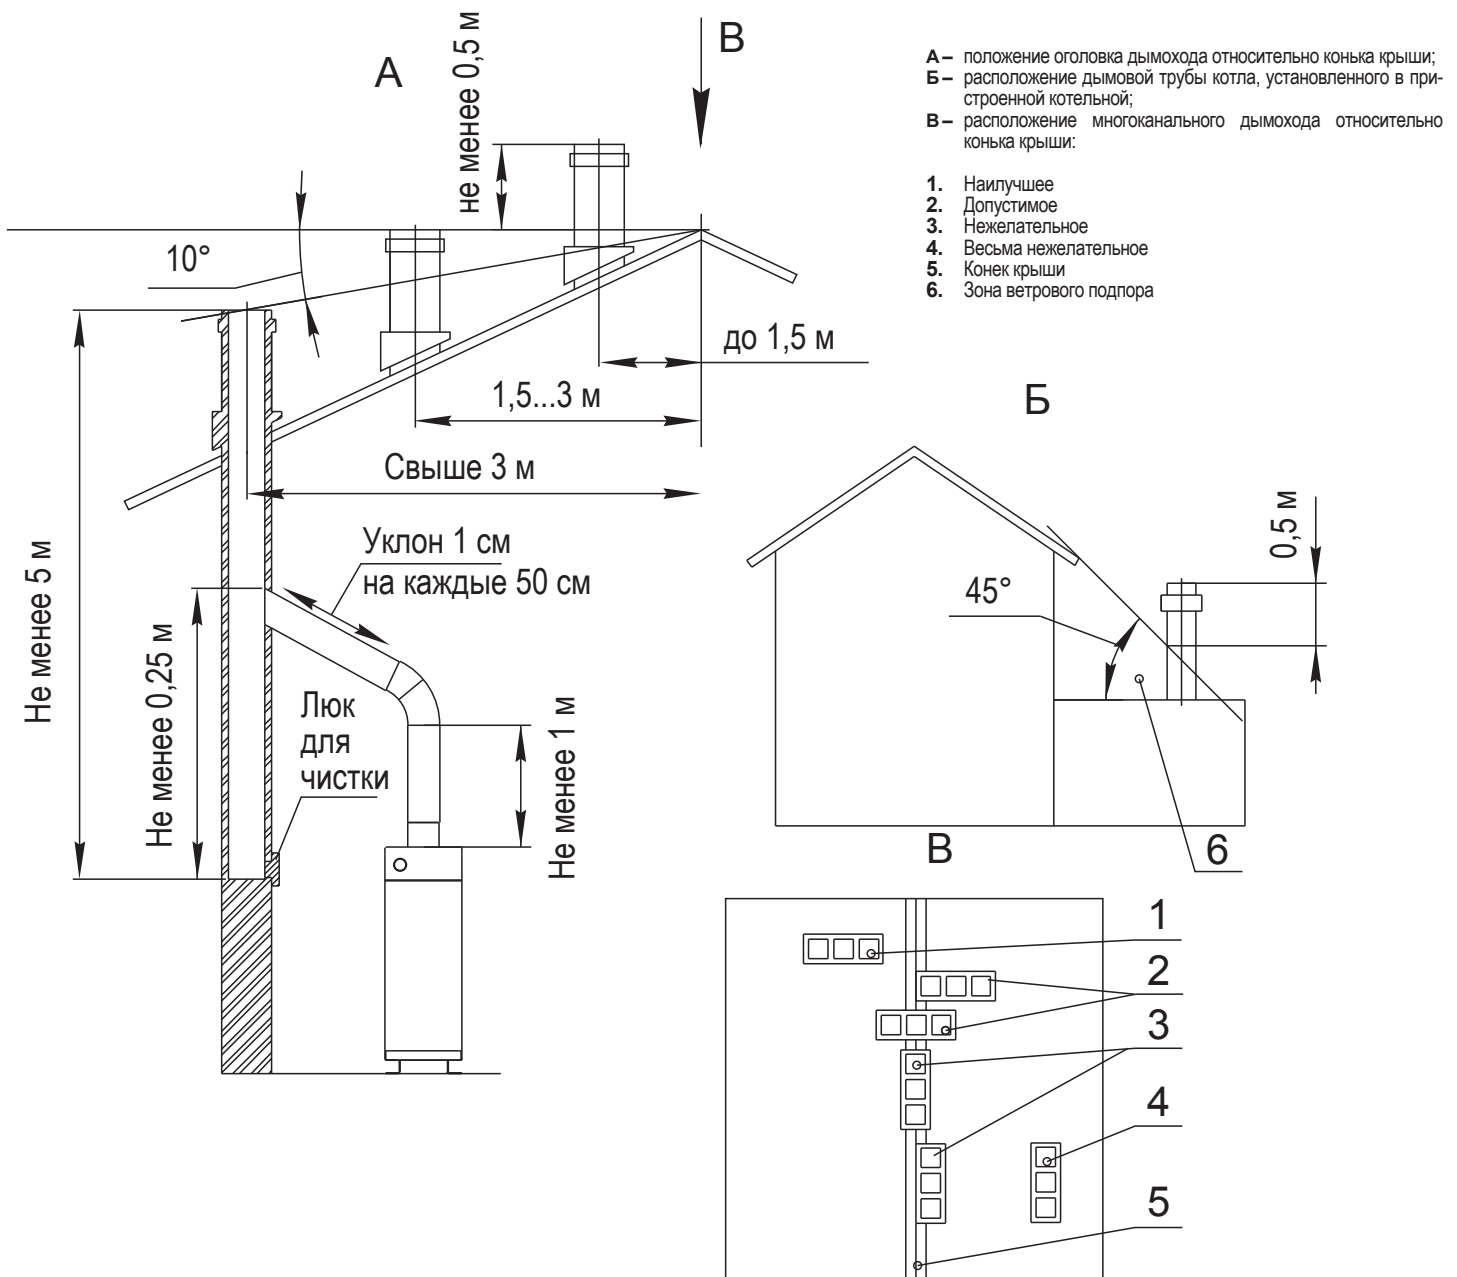
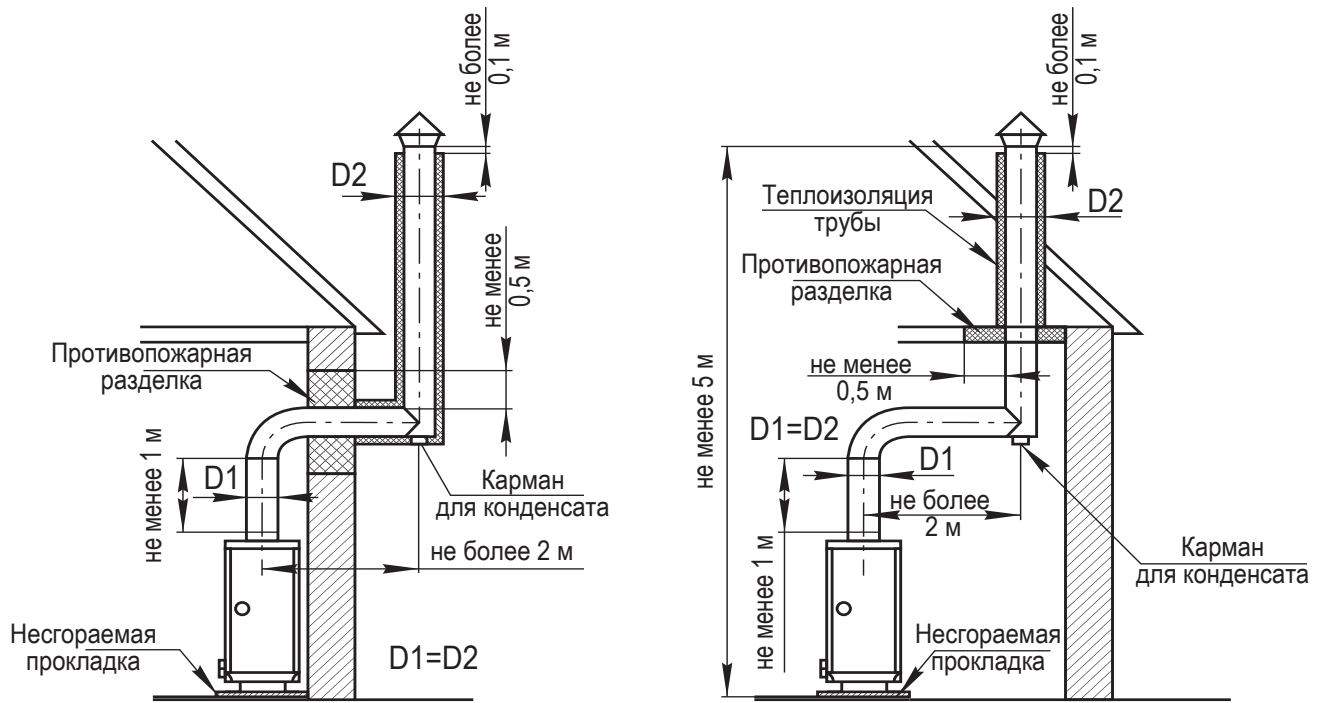

рис. 5 – Схема расположения дымовой трубы
рис. 6 – Схема установки дымовой трубы с выводом через стену и с выводом через потолочное перекрытие
- 5.3 Котел работает при естественной тяге, создаваемой дымовой трубой за счет разницы холодного и нагретого воздуха, поэтому устройство дымовой трубы должно отвечать следующим требованиям (см. рис. 5, рис. 6):
- высота трубы над крышей должна быть не менее размеров, указанных на рис. 5, 6. Обратите внимание на положение оголовка трубы с несколькими каналами относительно конька крыши;